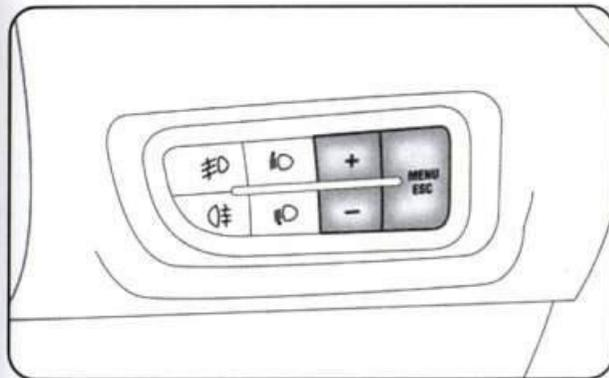

рис. 9
**КНОПКИ УПРАВЛЕНИЯ (рис. 9)**